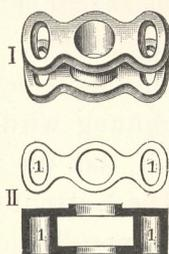

Fig. 891. Gabelkronen.
Die *Gabeln*, die den Rahmen auf der Achse der Räder stützen, sind unter sich verschieden. Die vordere 25 (Fig. 881) ist mittels der Gabelkrone (Gabelkopf) 26 mit dem Gabelrohr, als Drehachse beim Lenken, verbunden. Die Gabelkrone besitzt zur Aufnahme der oval geformten Gabeln entweder (I in Fig. 891) zwei durch einen Steg verbundene Platten oder (II) zwei oben geschlossene ovale Kammern 1, 1. Die beiden Gabelscheiden, zwischen denen das Vorderrad läuft, werden, verlötet oder durch Schrauben befestigt, am oberen Ende von dem Gabelkopf getragen und sind unten durchlocht zur Aufnahme der Achse des Vorderrades, die beiderseitig durch Muttern festgestellt wird. Die Gabel des hinteren Rades setzt sich aus vier schwächeren Stahlrohren zusammen, nämlich den oberen (20 in Fig. 881) und den unteren (21) Hinterradstreben. Sie sind, paarweise unter